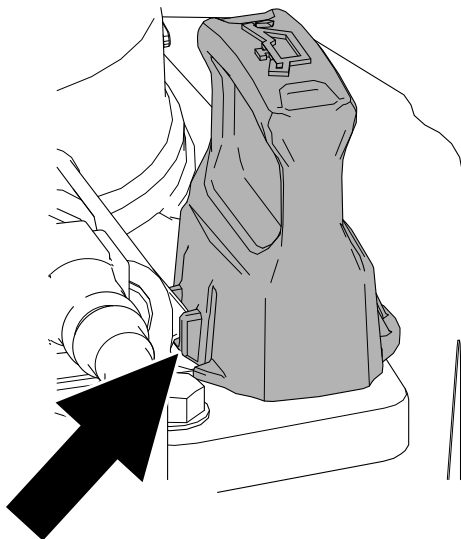

**Figure 44**
4. Retirez la jauge d'huile et essuyez-la soigneusement (Figure 44).
Le niveau d'huile doit atteindre le repère maximum sur la jauge (Figure 44).